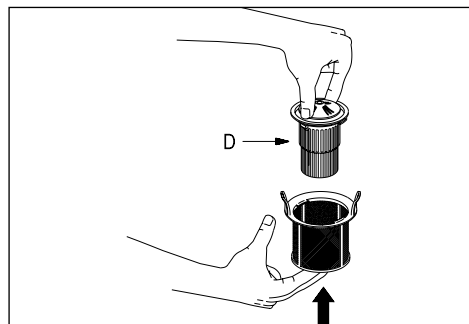

Abb. 16b
- Das Mikrofilter (D) herausnehmen. Dieses von unten her aus dem Gehäuse drücken (siehe Abb. 16b).